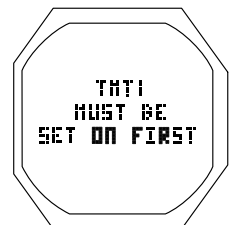

Abb. 53 - EINSTELLUNG TMT-NACHRICHT (Versuch TMT 2 ON (EIN) wenn TMT 1 OFF(AUS) ist)
Wenn TMT 1 ausgeschaltet (OFF) ist und es wird versucht einen anderen TMT (2,3 oder 4) einzuschalten (ON), erscheint für 5 Sekunden die grafische Nachricht " TMT 1 (2 oder 3) MUST BE SET ON FIRST " (Abb.53), dann kehrt der Betrieb zum TMT Menü zurück.